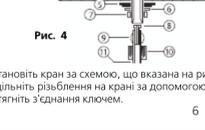

Рис. 4
- Встановіть кран за схемою, що вказана на рис. 4.